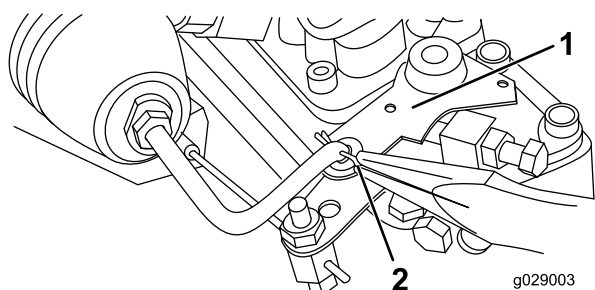
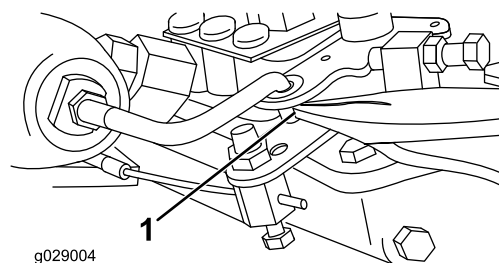

図 3
図 4
1. ソレノイドストップアームをエンジン停止レバーに固定している上部と下部のコッターキーを両方とも外す 図 3 と 図 4。